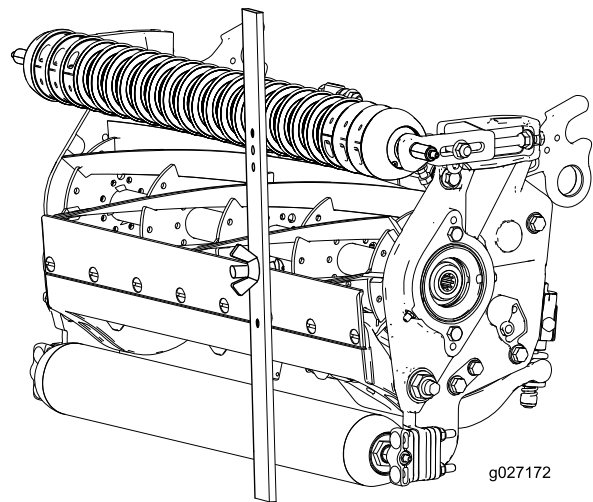

Figura 17
- Enganche la cabeza del tornillo sobre el filo de la contracuchilla y apoye el extremo trasero de la barra sobre el rodillo trasero (Figura 17).
- Gire el tornillo de ajuste hasta que el rodillo delantero entre en contacto con la barra de ajuste (Figura 17).